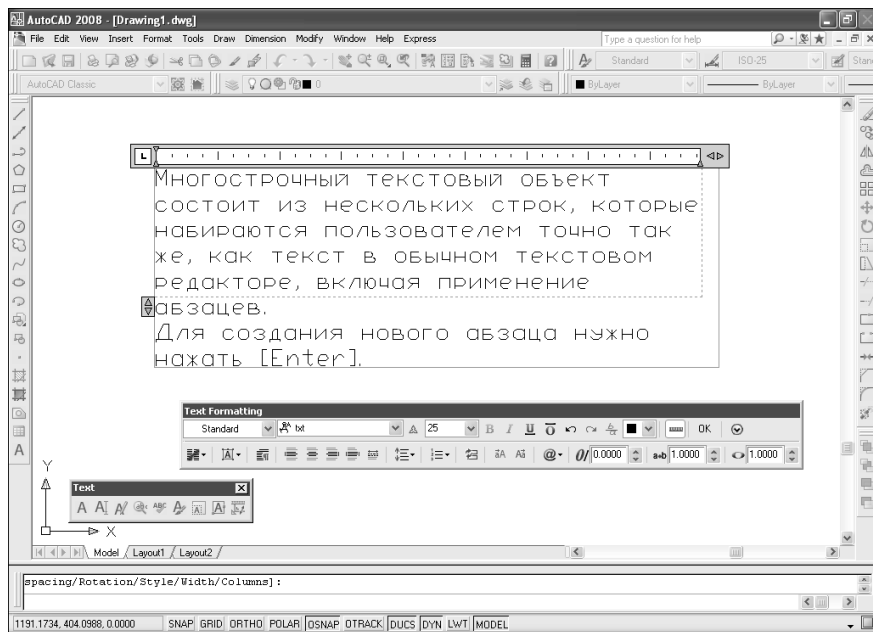

Рис. 7.6. Диалоговое окно **Text Formatting** и текстовая область с набираемым многострочным текстом
диалоговое окно **Text Formatting** (Формат текста), представленное на рис. 7.6.
3. Задайте ширину прямоугольной текстовой области, переместив указатель мыши вправо или введя значение ширины в командной строке. Как только вы зададите ширину текстовой области, AutoCAD отобразит диалоговое окно **Text Formatting** и перейдет в режим редактирования текста (см. рис. 7.6).